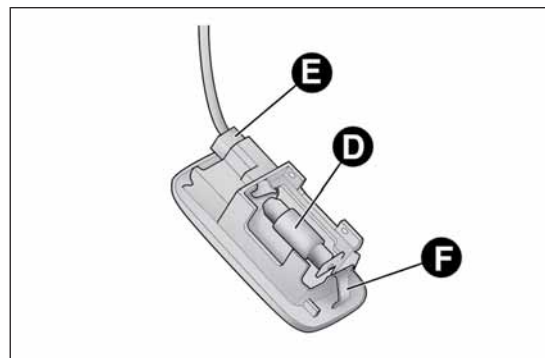

fig. 148
- togli la protezione B svincolandola dalle alette C, sostituisci la lampada D fig. 148 tirandola verso l'esterno e svincolandola dai contatti laterali;
- rimonta la plafoniera inserendola prima dal lato E fig. 148, quindi premi sull'altro lato fino ad avvertire lo scatto di blocco della linguetta F.